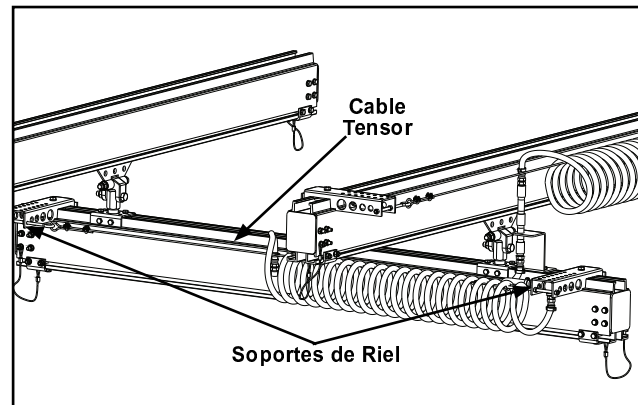

Figura 3-124
- Paso 9. Instale tornillo de ojo y cable tensor a través de las bobinas de la manguera. Continúe pasando el cable por las bobinas de manguera hasta el ensamble de soporte del otro extremo del riel. Vea Figura 3-124.